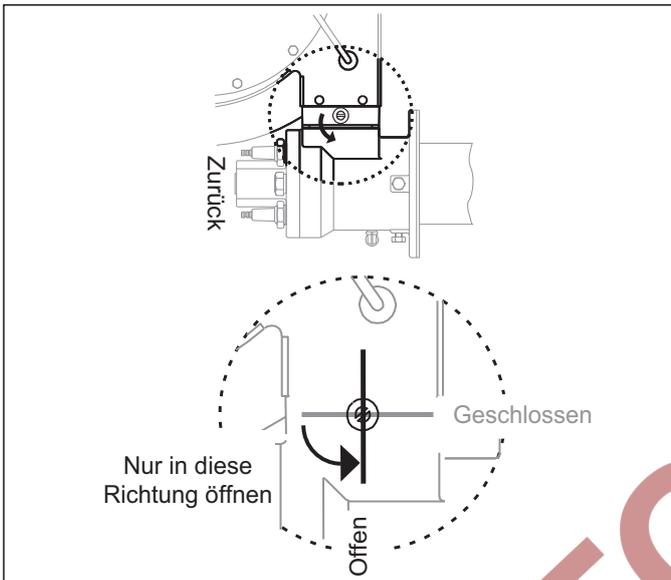

Abbildung 4.1 Öffnungsrichtung des Luftdrosselventils
8. Überprüfen Sie, dass der Stellmotor das Luftdrosselventil zur Rückseite des Brenners hin gemäß Abb. 4.1 öffnet. Sollte dies nicht der Fall sein, verweisen wir auf das Informationsmaterial zum Stellmotor, um Anweisungen dazu zu erhalten, wie die Richtung umgedreht werden kann.